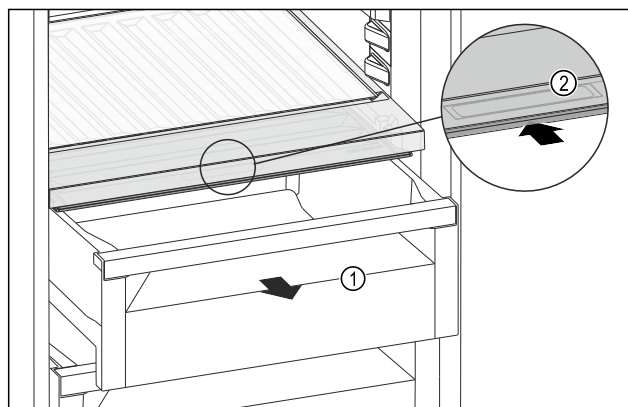

Fig. 119
- Dra ut utdragslådan Fig. 119 (1).
- Ta tag i fördjupningen Fig. 119 (2) på facklocket och skjut samtidigt facklocket bakåt.